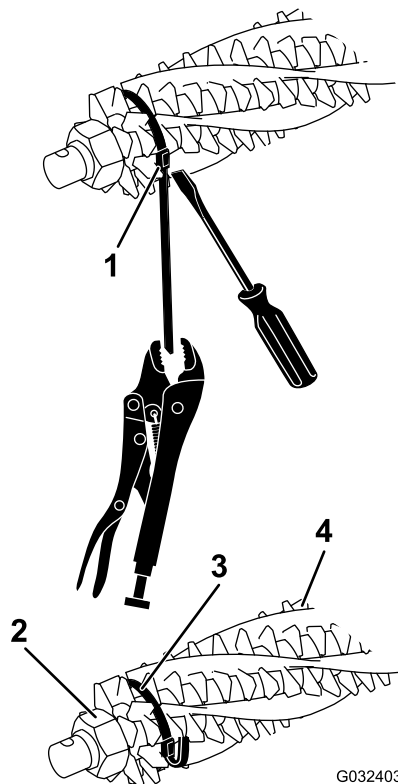
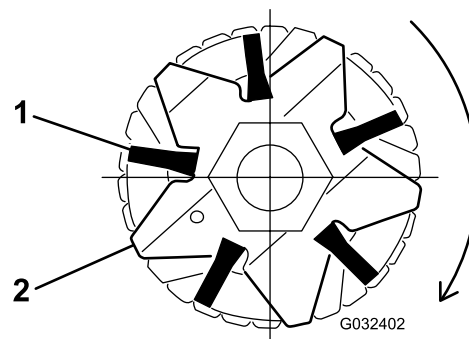

図 17
図 19
2. グルーマシャフトの左右の端で、グルーマブレード保持ナットをゆるめる 図 17。
4. ブラシがグルーマ刃のスロットにきちんと入っていることを確認する 図 17 と 図 19。
5. 図 17 に示すように、グルーマリールのシャフトとブラシにストラップを巻きつけ、ブラシについている溝にストラップを入れる 図 19。
注 ブルーマのブラシが刃のスロットに正しく嵌まっていない場合には、グルーマシャフトの両端についているグルーマ刃の固定ナットをゆるめ、ブルーマブラシの位置を正しく刃のスロットに調整しなおしてからグルーマブレード保持ナットを締め付ける 図 17。
7. 各ストラップについて、バックルをドライバねじ回しで押えながら、ロックプライヤーでストラップをつかみ、ストラップを引っ張ってブラシの溝に完全に嵌める 図 17。